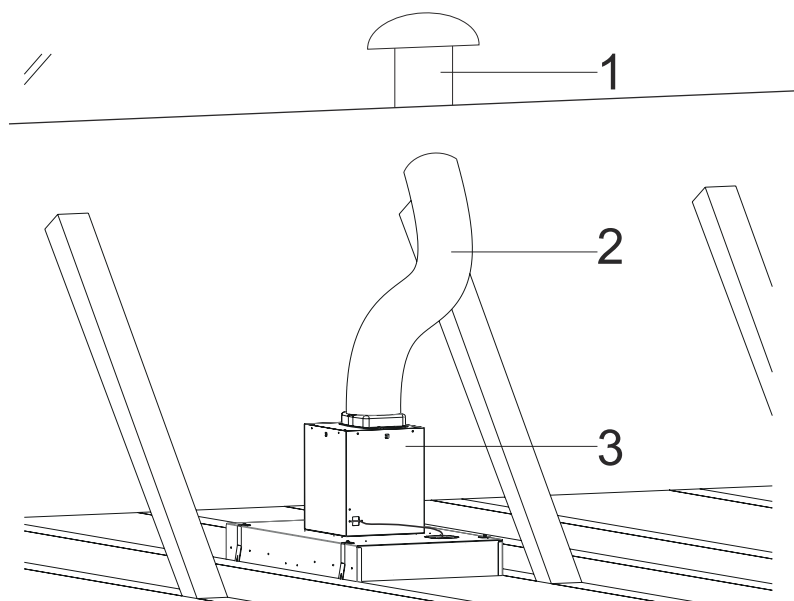

Fig. 11
5. ➔ Tilslut den ene ende af aftrækskanalen på aftræksstuden oven på emhætten og den anden ende til taghætten (læs punkt 2 under afsnittet: Larm & Støj (fra motor)* for gode råd)Fig. 11).